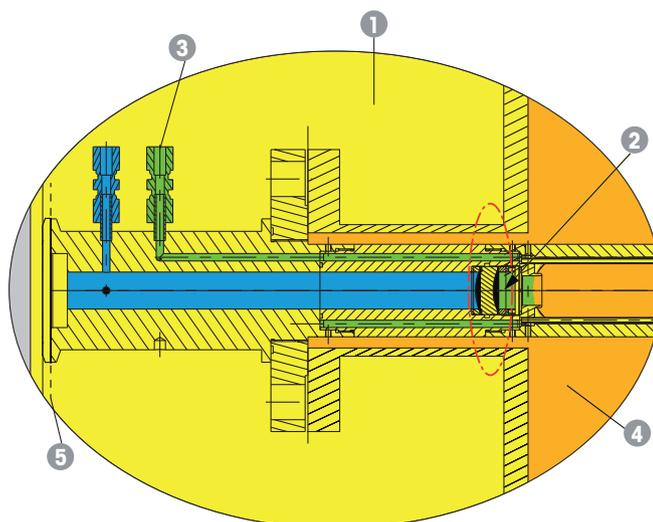

Figura 88 A interface do GPro 500 entre a Zona 0 e a Zone 1
- 8 Para visualização detalhada da seção transversal – consulte Figura 88 “A interface do GPro 500 entre a Zona 0 e a Zona 1” na página 125